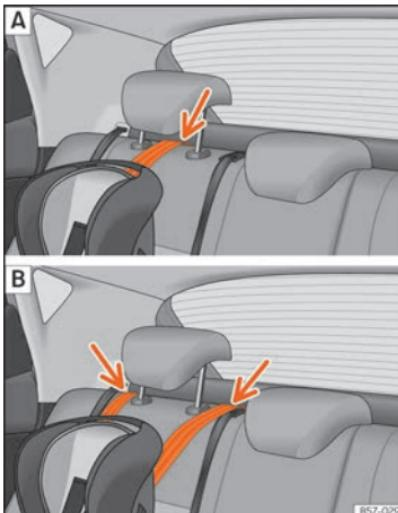

Fig. 26 Asientos traseros: ajuste y montaje en función del cinturón Top Tether.
- Coloque la correa por debajo del apoyacabezas del asiento posterior **»» fig. 26** (en función de las instrucciones de la propia silla,